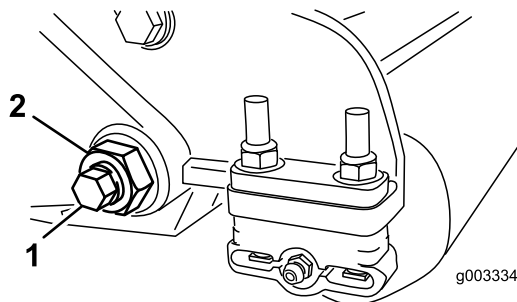
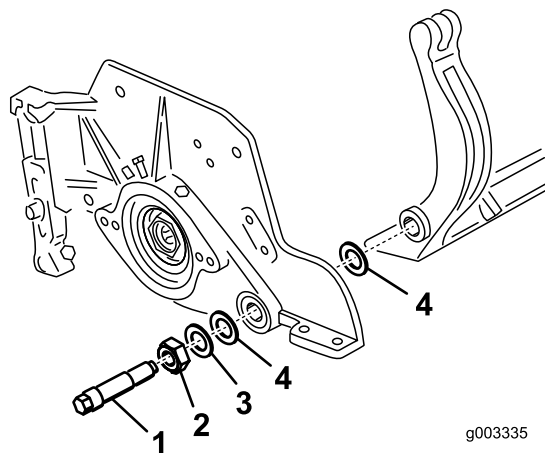

Figura 30
Figura 31
3. En cada lado de la máquina, afloje la contratuerca que fija el perno de la barra de asiento (Figura 30).
(Figura 30). Guarde las 2 arandelas de nylon y la arandela de acero troquelado de cada extremo de la barra de asiento (Figura 31).
2. Fije la barra de asiento a cada chapa lateral con los pernos de la barra (con tuercas en los pernos) y las 6 arandelas. Debe colocarse una arandela de nylon en cada lado del saliente de la chapa lateral. Coloque una arandela de acero por fuera de cada arandela de nylon (Figura 31). Apriete los pernos de la barra de asiento a 37-45 Nm. Apriete las contratuercas hasta que la arandela de acero exterior deje de girar, y la holgura quede eliminada, pero no apriete demasiado ni desvíe las chapas laterales. Las arandelas del interior pueden tener cierta holgura.